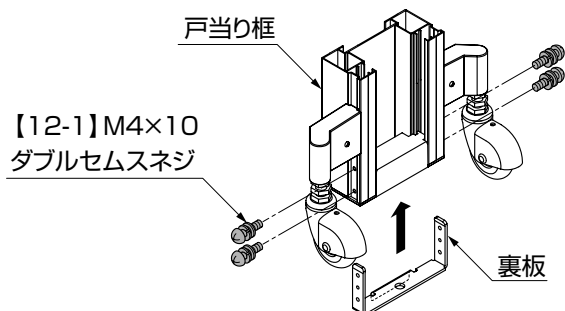

図10-8
- ①裏板を戸当り框に【12-1】で組付けてください。(図10-8参照)